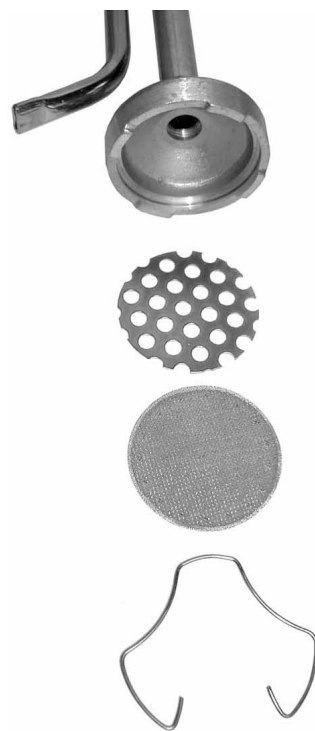

Fig. 6.1
- 5) ポンプへの供給エアを止め、サクシオンフィルター・スプレーガンなどを取外し、新しい溶剤で洗浄してから再び組付けてください。(Fig. 6.1)